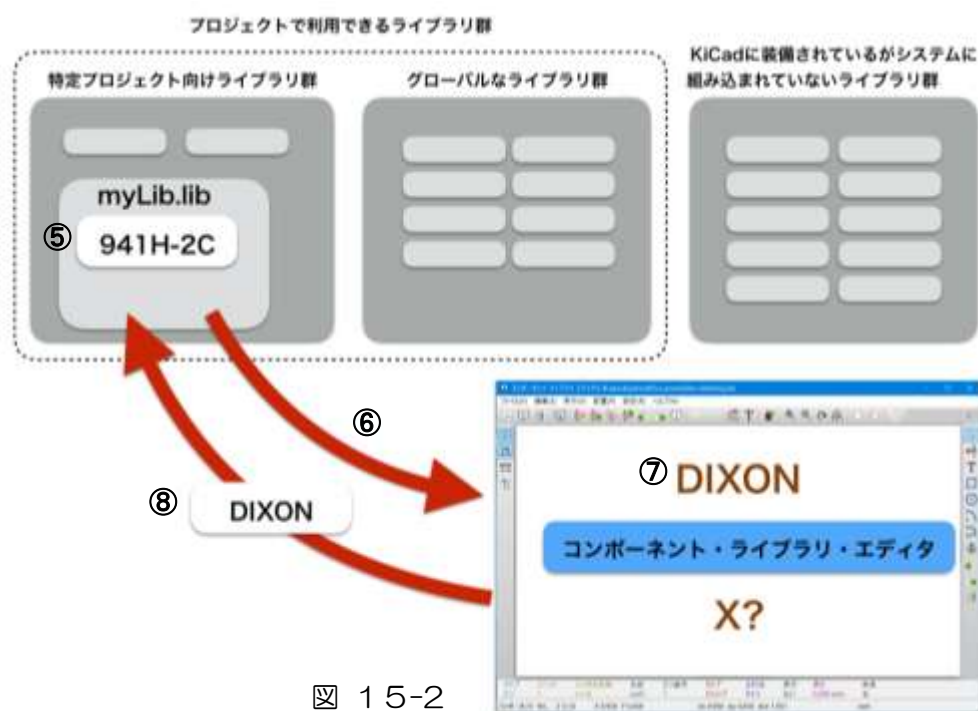

図 15-2
(2) コンポーネント・ライブラリに複数のコンポーネントを収容する方法 図 15-2